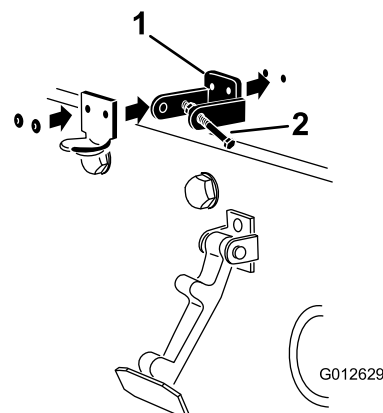

図 7
4. ロックブラケットとフードラッチブラケットの穴を整列させてフードにセットする 図 7。
6. ブラケットとワッシャをフードにリベットで固定する 図 7。